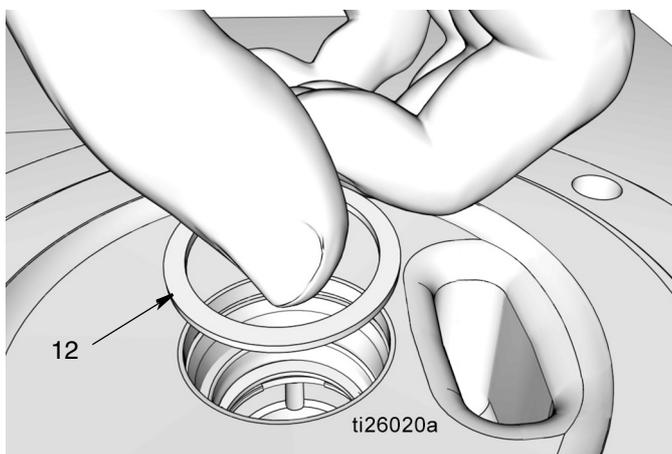

FIG. 38
- g. Coloque el espaciador (12) (FIG. 38).